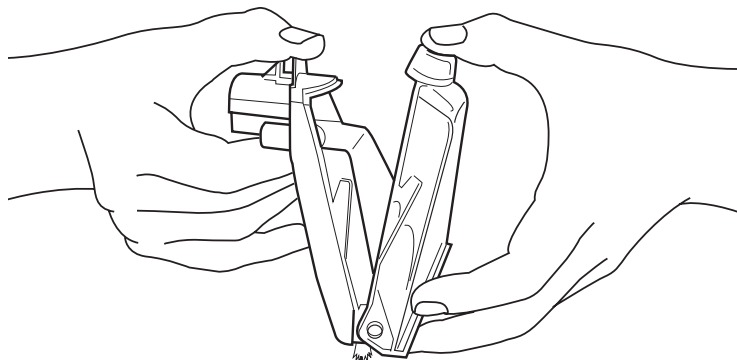

FIG. 9
Step 12: Clean upholstery brush attachment after use. Press attachment release to remove from hose, pull suction cover open (Fig. 9), rinse under warm running water. Replace on hose or store in caddy.
Étape 12 : Nettoyez la brosse pour tissus d'ameublement chaque fois que vous l'utilisez. Appuyez sur le dégagement des accessoires pour l'enlever du tuyau, ouvrez le couvercle de la succion (Fig. 9) et rincez sous l'eau tiède. Remettez l'accessoire sur le tuyau ou entreposez-le sur le porte-accessoires.
Paso 12: Limpie el cepillo para tapizados después de usarlo. Presione la palanca para liberar los accesorios y quitarlos de la manguera, jale la cubierta de succión abriéndola (Fig. 9), enjuague bajo agua corriente tibia. Vuelva a colocar la manguera o guárdela en el porta utensilios.